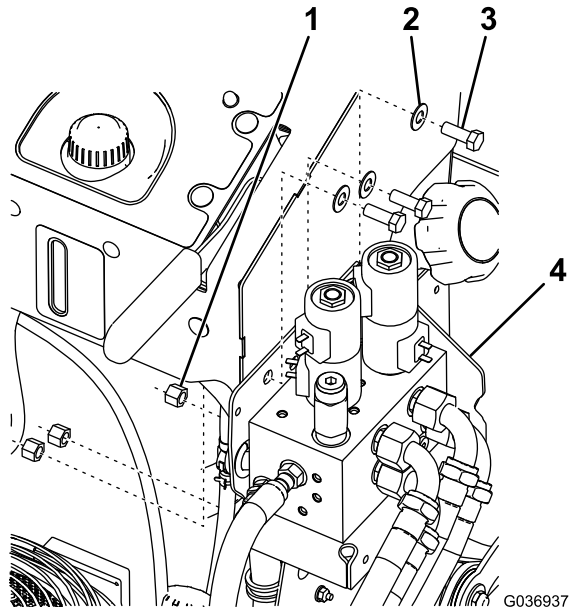

Figure 6
3. Fixez le collecteur hydraulique à la machine à l'aide de 3 boulons à tête hexagonale (3/8 po), 3 rondelles plates (3/8 po) et 3 contre-écrous en nylon (3/8 po), comme montré à la Figure 6.